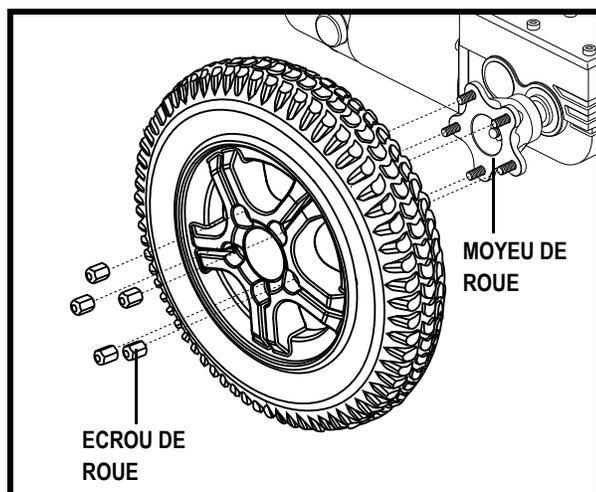

Figure 25. Roue motrice Quantum 6000
4. Retirez les cinq écrous de roue (5) du moyeu. **Voir la figure 25.**